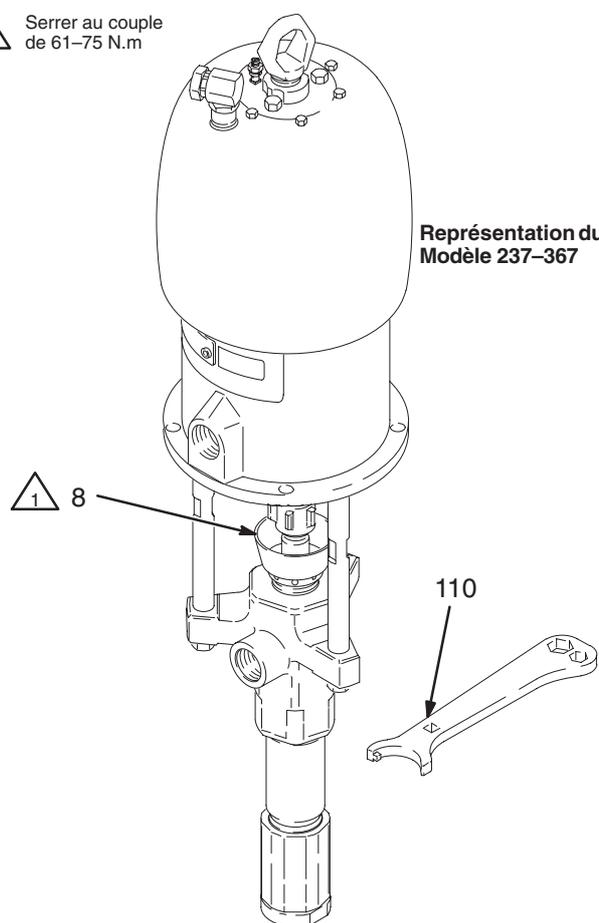

Fig. 3
Avant de démarrer, remplir au tiers l'écrou de presse-étoupe (8) avec du lubrifiant Graco (TSL) ou un solvant compatible. Voir la Fig. 3.